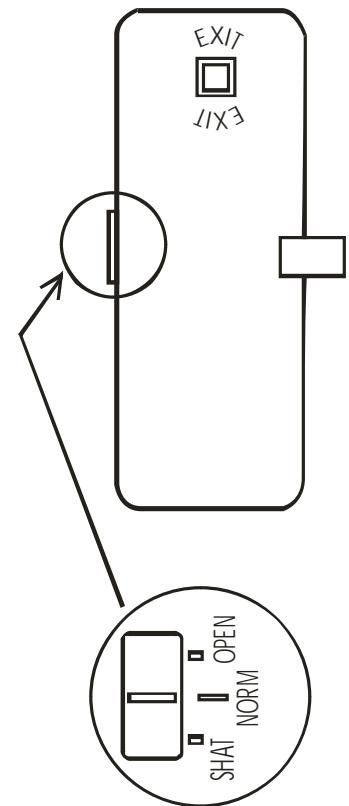

Рис. 5
- перевести замок в режим "День открытых дверей" и "Заперто изнутри" (рис. 5)
ВНИМАНИЕ ! Перевод замка в положение «SHAT» (заперто изнутри) возможно осуществить только при закрытой двери и изнутри (рис. 5).
Нажать кнопку "EXIT" (ВЫХОД) и в течение 2-х секунд открыть дверь (рис. 5). Если кнопка "EXIT" удерживается, то замок будет открыт, пока удерживается кнопка, и после отжатия кнопки - в течение 2* сек.
3.3. В замке предусмотрен переключатель режимов работы замка (рис. 5).